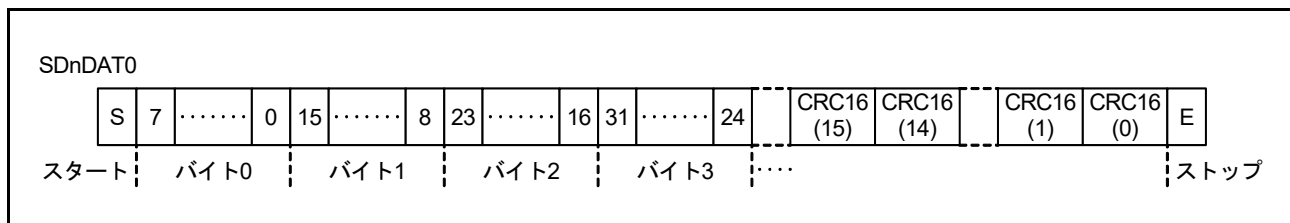
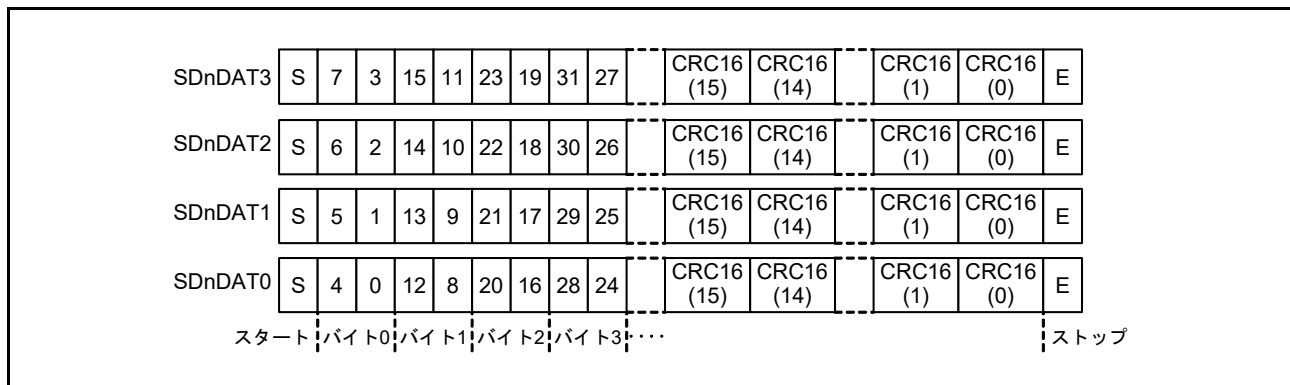
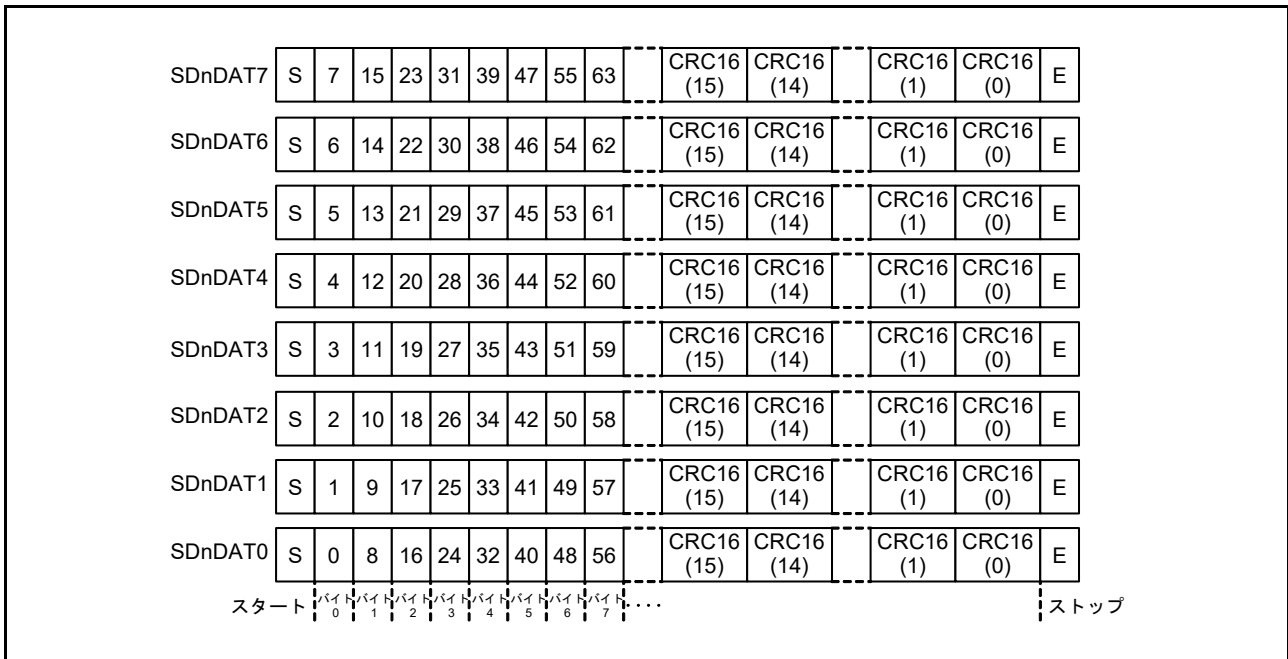

図 43.2 1 ビット幅モードの SDnDAT
図 43.3 4 ビット幅モードの SDnDAT
図 43.4 8ビット幅モードのSDnDAT
1. SD/MMC ホストインタフェースが SDnDAT 信号により SD カード / MMC からデータを受信する (図 43.2、図 43.3 および図 43.4 を参照)。